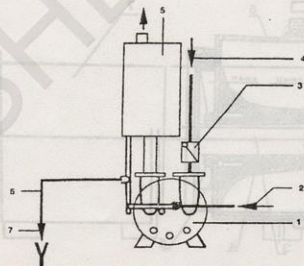

图5 SKA、2BV水环泵系统示意图
SKA、2BV系列水环真空泵及压缩机系统由真空泵（压缩机）、电动机、气水分离器管路组成，如图5所示。
启动按以下顺序进行(参见图5)
- (1) 打开排气管阀门。
- (2) 启动电动机(应注意电机的正反转)
- (3) 迅速打开图5供水管2。逐渐增加供水量,至供水量符合规定要求为止,(应注意不要干运行真空泵)。